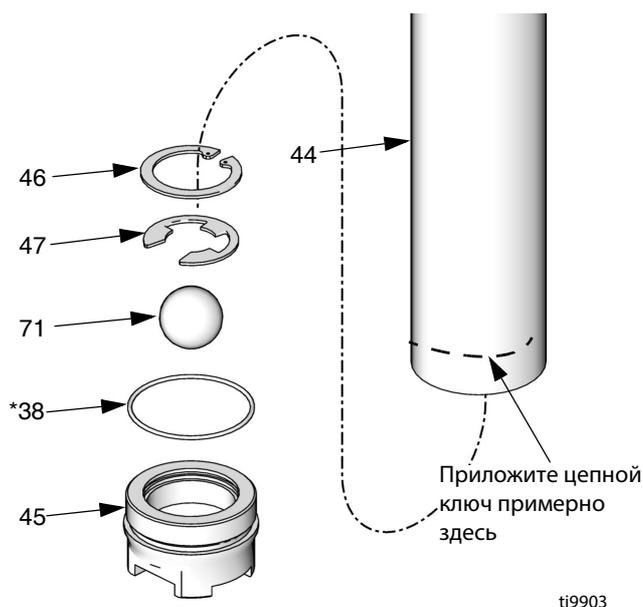

Рис. 17
ПРИМЕЧАНИЕ: Снимайте всасывающий трубопровод очень осторожно, чтобы не согнуть или не повредить его. Во избежание повреждения оборудования цепной ключ следует прикладывать только к верхней и нижней части всасывающего трубопровода, как показано на Рис. 16 и Рис. 17. Не следует захватывать цепным ключом среднюю часть всасывающего трубопровода.
2. При снятом нижнем клапане, поддерживающим всасывающий трубопровод, приложите цепной ключ к нижней части всасывающего трубопровода (44), как указано на Рис. 17, чтобы вывести его из корпуса насоса (34).
3. Извлеките нижний клапан в сборе из всасывающего трубопровода (44).
4. Снимите стопорное кольцо (46), упорное кольцо (47), шарик (71) и уплотнительное кольцо (38*) с нижнего клапана (45). Осмотрите все детали на наличие повреждений. См. Рис. 17.